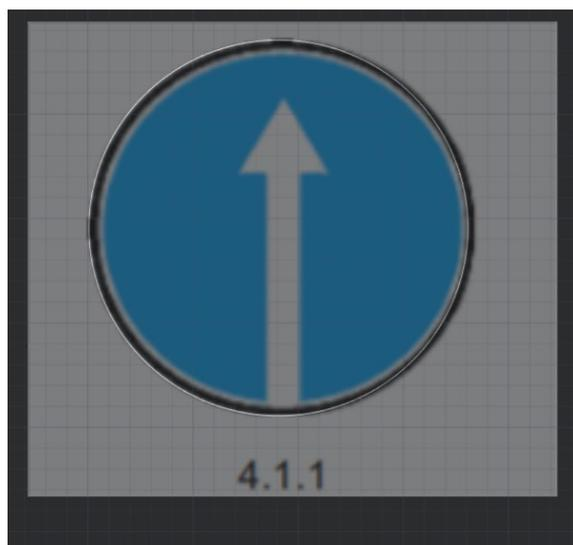

Рис. 3.51
4. Нажимаем на свободную область. Рисунок вставляется маленьким, нажимаем на него и тянем за правый верхний угол вправо. Для удобства перенесем рисунок ближе к начерченному кругу (рис. 3.51).